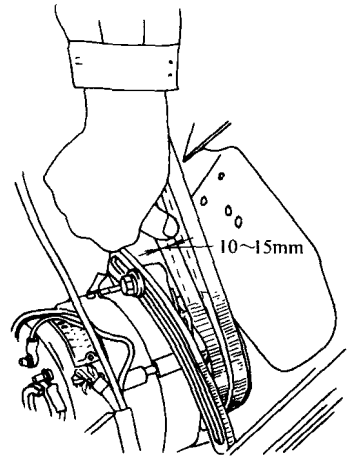

图 1—1 V 带松紧度的调整
2) 调整 V 带张紧度 如图 1—1 所示,调整风扇 V 带张紧度时,用调整螺栓将整个交流发电机向里或向外移位以调整 V 带的张紧度。调整后,应可靠地拧紧固定螺栓。